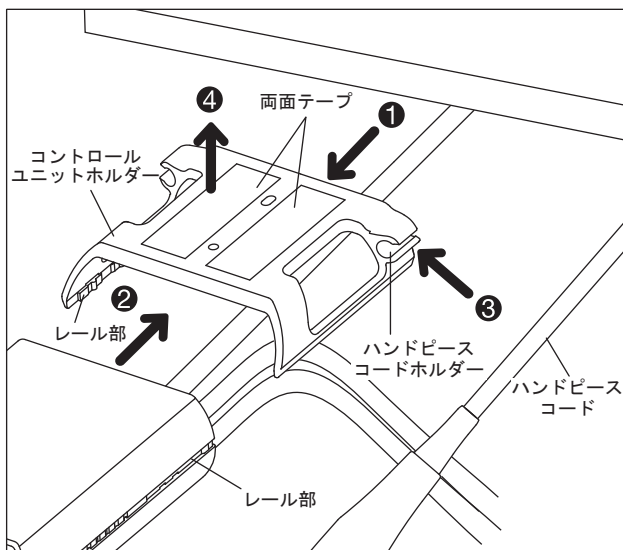

図 5
3-5 コントロールユニットホルダーの取り付け (図 5)
- 1) 両面テープをコントロールユニットホルダーの平らな面 (図 5 参照) に貼り付けます。(①)
- 2) コントロールユニットとホルダーのレール部をあわせ、本体をホルダーに取り付けます。(②)
- 3) ハンドピースコードをハンドピースコードホルダーに押し込みます。(③)
- 4) 両面テープのカバーをはがし、接着面をテーブルまたはトレーの下等に取り付けます。(④)